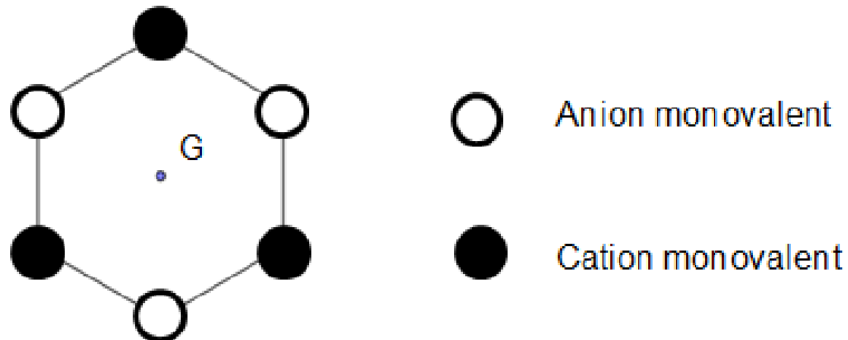
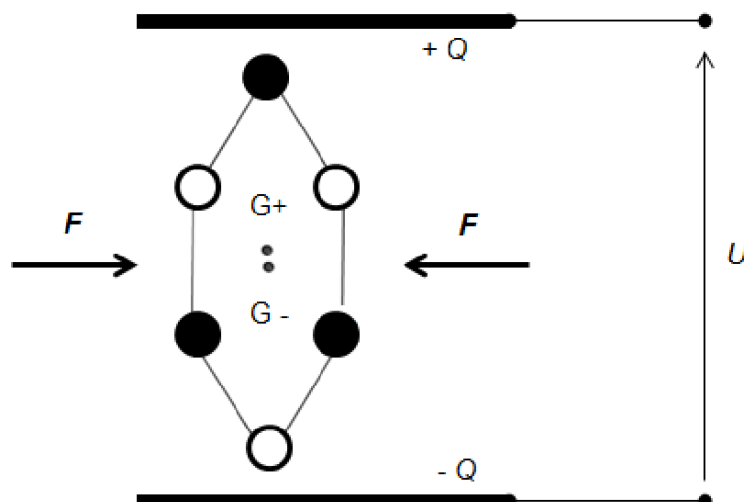

Figure 1 : exemple d'arrangement d'anions et de cations dans un cristal
Figure 2 : soumis à une compression, le cristal se déforme et une tension électrique U apparaît : c'est l'effet piézoélectrique direct.
Considérons au niveau microscopique, un arrangement d'anions et de cations schématisé sur la figure 1, tel qu'il peut en exister dans un cristal.
Quand aucune contrainte mécanique n'agit sur le cristal, pour chaque arrangement élémentaire, le « centre » des charges électriques positives coïncide avec celui des charges électriques négatives (point G sur la figure 1). En revanche, dès que le cristal est comprimé, cette coïncidence disparaît, comme le montre le schéma de la figure 2 (points G^+ pour les charges positives et G^- pour les charges négatives). Cette compression est modélisée par deux forces opposées de même module F ; la séparation est d'autant plus importante que la compression est grande.
- Représenter le champ électrique macroscopique généré par l'apparition des charges électriques sur les faces extérieures du cristal schématisées sur la figure 2.